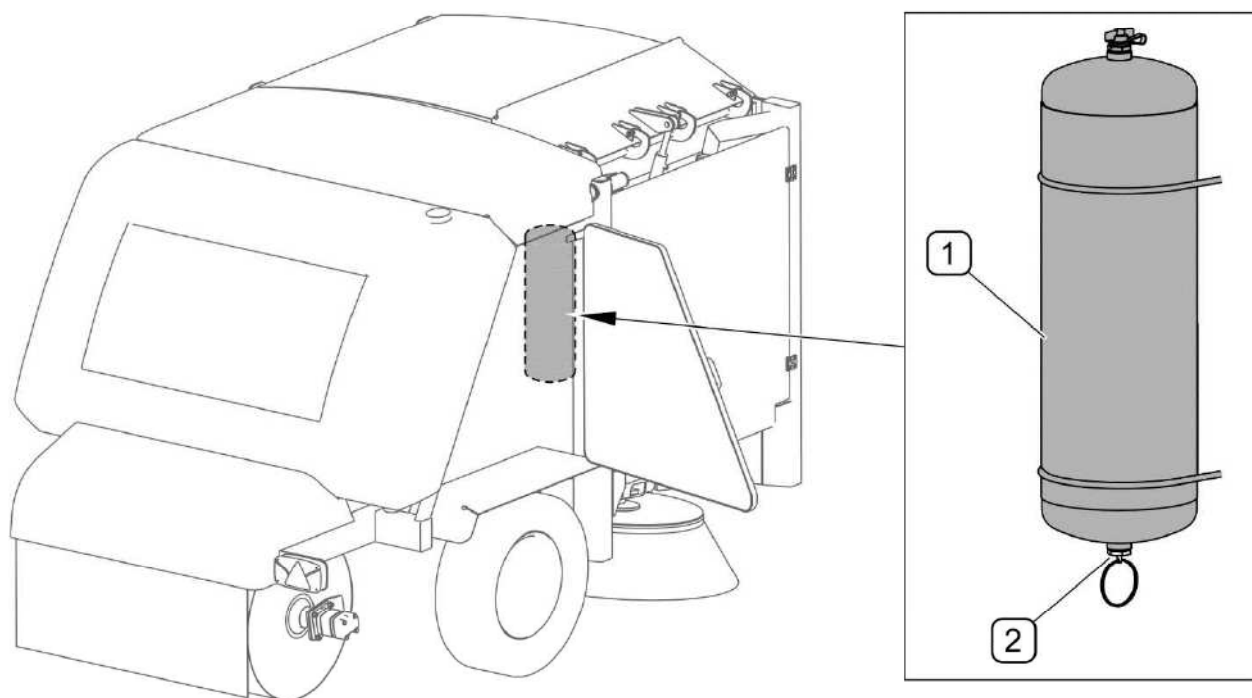

РИСУНОК 5.25 Отвод конденсата из емкости для сжатого воздуха
Необходимо периодически удалять из емкости для воздуха скапливающийся в ней конденсат (РИСУНОК 5.25). Для этого необходимо отклонить стержень конденсатоотводящего клапана (2) в нижней части воздухохборника (1). Находящийся
Перед зимним сезоном необходимо отвинтить и очистить конденсатоотводящий клапан (РИСУНОК 5.25). Медную уплотнительную прокладку нужно заменить новой